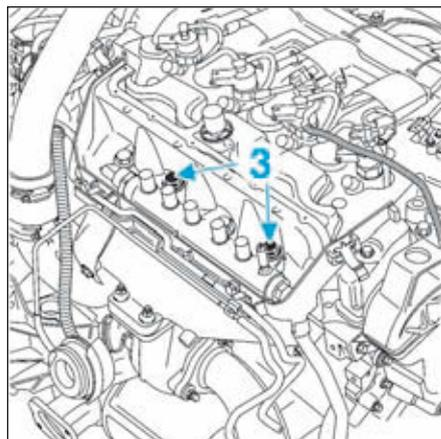

FIG. 157
- Déposer les vis (3), puis déposer la rampe d'injection (Fig.157).